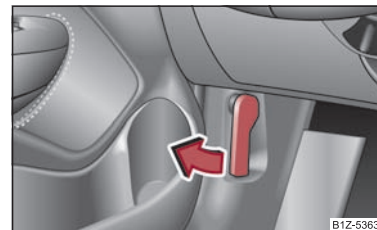

Fig. 12 Palanca de desbloqueo para el capó
- Tire de la palanca de desbloqueo debajo del tablero de instrumentos, lado del conductor ⇒ fig. 12. ■